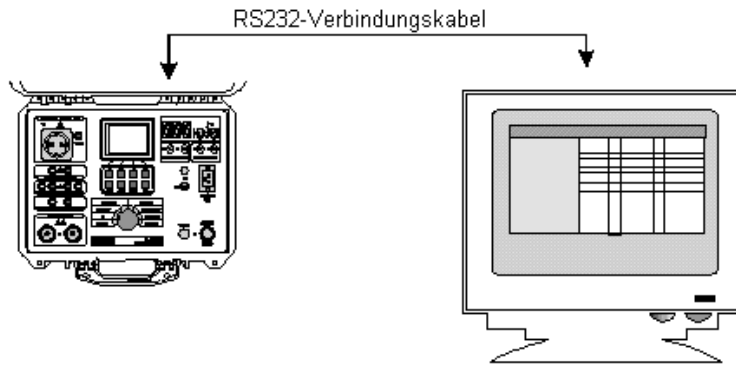

Abb. 53. - Anschluss des Multitesters an einen PC
- Schritt 1.** Den Multitester wie in Abb. 53 gezeigt mit dem geeigneten RS232-Verbindungskabel an den PC anschließen.